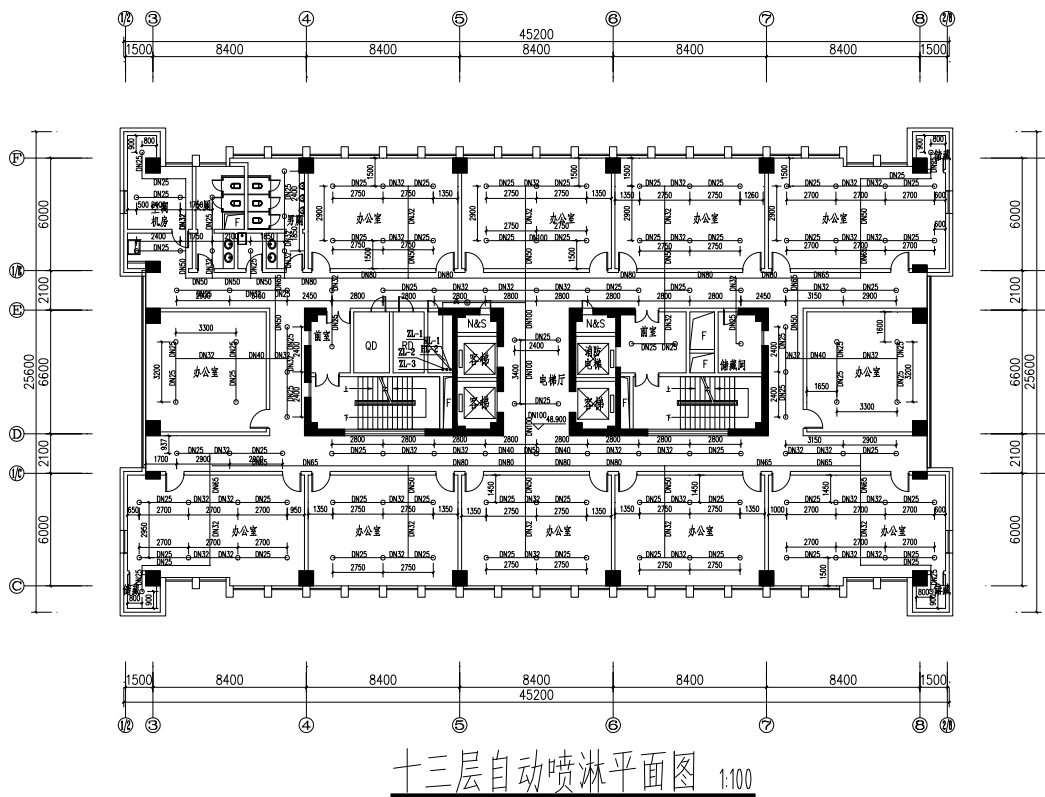

图 14-48 图名标注
⑰ 绘制图名标注。单击“专业标注”→“图名标注”命令，在系统弹出的【图名标注】对话框中定义标注参数；根据命令行的提示，在绘图区中点取图名标注的插入点，绘制结果如图 14-48 所示。